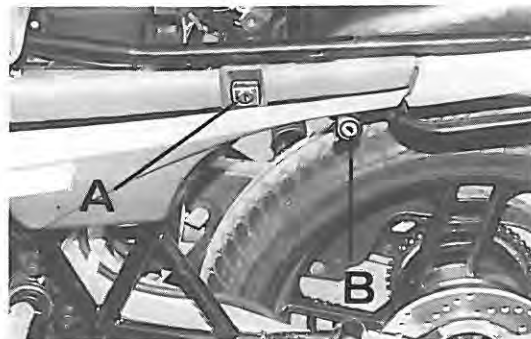

Fig. 7
- serratura sella (Fig. 7 - POS A)
- serratura casco (Fig. 7 - POS B)